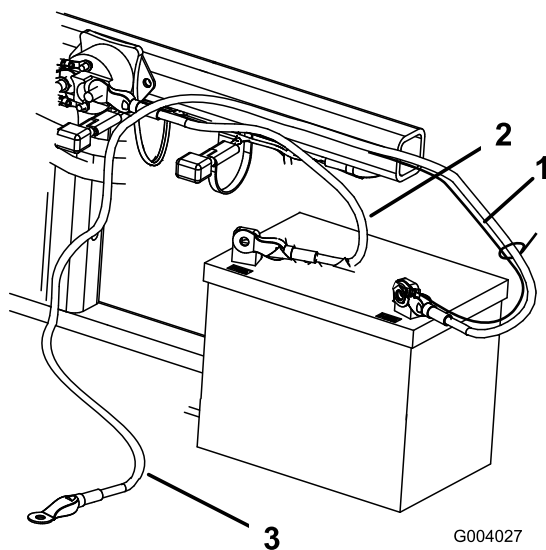

図 7
2. ボルト $\frac{1}{4} \times \frac{5}{8}$ "とロックナットで、赤いプラス+ケーブルをバッテリーのプラス+端子に固定する図 7。
3. ボルト $\frac{1}{4} \times \frac{5}{8}$ "とロックナット $\frac{1}{4}$ "で、細い黒ワイヤと黒いマイナスケーブルをバッテリーのマイナス端子に固定する図 7。